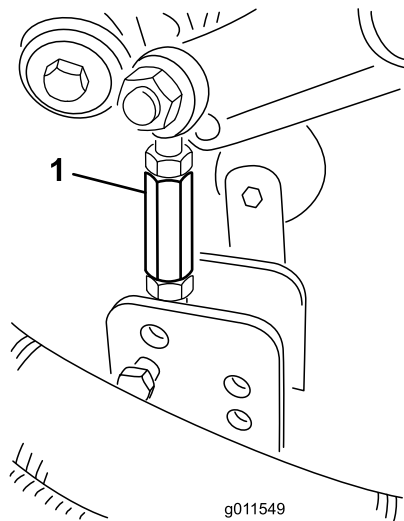
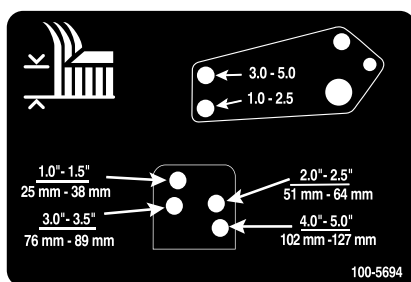

Bild 26
Bild 27
- Entfernen Sie die Splints und Lastösenbolzen, mit denen die Stoßdämpferverbindungen an den Mähwerkbügeln befestigt sind (Bild 26). Fluchten Sie die Stoßdämpferverbindungslöcher mit den ausgewählten Löchern im Schnitthöheneinstellbügel am Mähwerkrahmen ab (Bild 27), stecken die Lastösenbolzen ein und bringen die Splinte an.